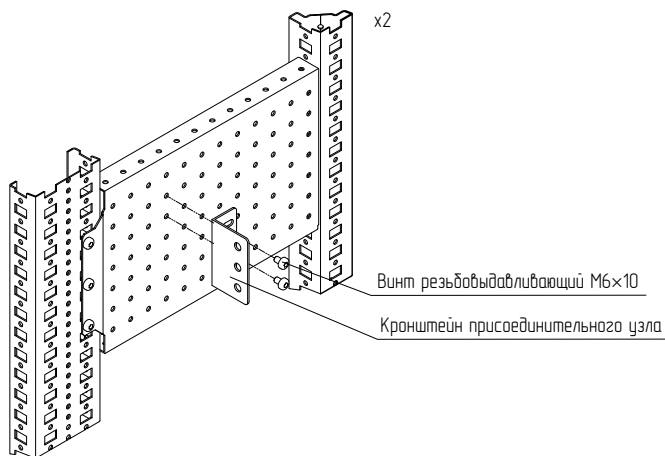

Рисунок 77
4.26.3 Приложить кронштейн присоединительного узла к панели монтажной боковой перфорированной и закрепить винтами М6×10 (рисунок 77). Момент затяжки – 7 Н·м.